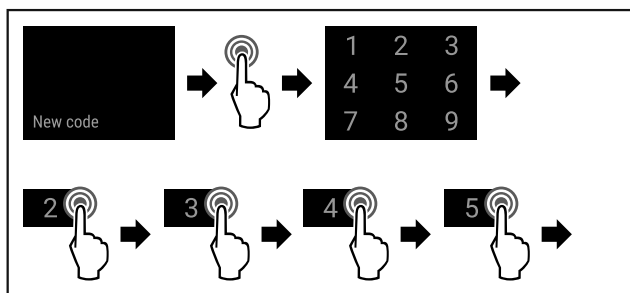

Fig. 82
- ▶ Atlikite veiksmus (žr. Fig. 82) .